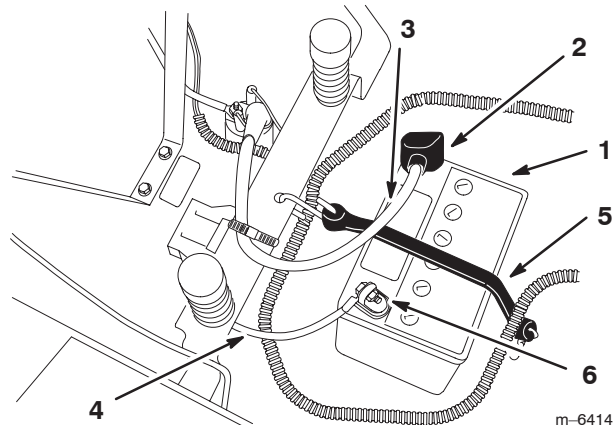

Figure 32
4. Débranchez le câble négatif (noir) de mise à la masse de la borne de la batterie (Fig. 32).
5. Repoussez le capuchon en caoutchouc sur le câble positif (rouge). Débranchez le câble positif (rouge) de la borne de la batterie (Fig. 32).
6. Enlevez la sangle de maintien de la batterie (Fig. 32) et ôtez la batterie de son support.
1. Placez la batterie sur son support, les bornes à l'opposé du panneau de commande (Fig. 32).
4. Fixez les câbles à l'aide de 2 boulons (1/4 x 3/4 pouce), 2 rondelles (1/4 pouce) et 2 écrous (1/4 pouce) (Fig. 32).
6. Fixez la batterie en place à l'aide de la sangle de maintien (Fig. 32).